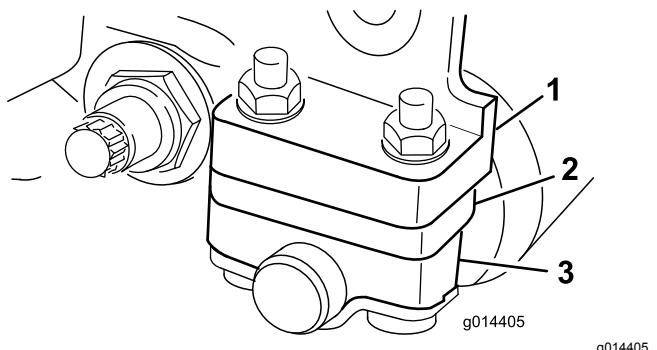
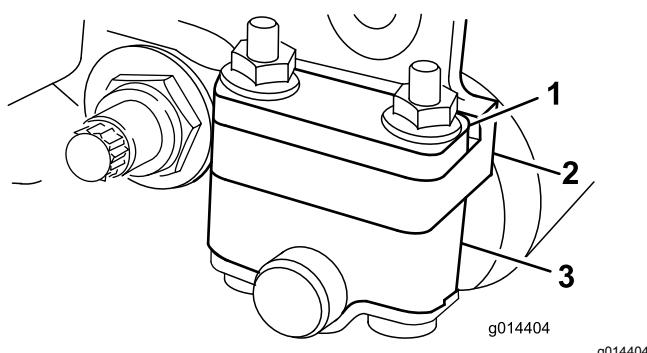

Figura 11
Figura 10
4. Coloque los espaciadores sobre los tornillos, encima o debajo de los soportes de los rodillos, según sea necesario (Figura 10 o Figura 11).
- Coloque el espaciador encima de la brida de montaje de la chapa lateral (ajuste de fábrica) para obtener un intervalo de alturas de corte de 1.5 a 6 mm (1/16" – 1/4"), como se muestra en la Figura 10.
- Coloque el espaciador debajo de la brida de montaje de la chapa lateral para alturas de corte de 3 mm a 25 mm (1/8" – 1"), como se muestra en la Figura 11.